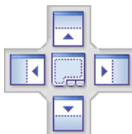

Рис. 1.8 Панель при распределении окон в рабочей области программы.
2. Перетащите одно из окон на другое окно, при этом появится следующая панель (Рис. 1.8). Она состоит из пяти частей (**символов**):
Чтобы прикрепить окно или блок к краю рабочей области или области немодального окна сметно-нормативной базы, перетащите требуемый объект на рабочую область, при этом появится панель (Рис. 1.8) (для рабочей области средний символ отсутствует). Выберите нужный символ и отпустите клавишу мыши.